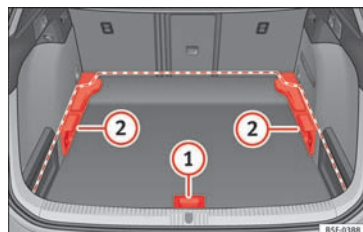
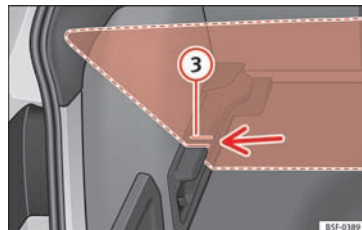

Fig. 179 Variabel bagagerumsbund: positioner
Fig. 180 Variabel bagagerumsbund: skrå føringer
- Løft bagagerumsbunden i grebet » » **Fig. 179** ①, og træk den så langt tilbage, at den forreste del ligger helt over føringerne ②.
- Flyt herefter bagagerumsbunden helt frem til bagsæderyglænet, og sænk bagagerumsbunden via grebet ①.
- Stik den forreste del i den nederste slids på disse holdere, og skub bagagerumsbunden fremad, indtil den ligger an mod bagsæderyglænet. Sænk samtidig bagagerumsbunden via grebet ①.
- Løft bagagerumsbunden i grebet » Fig. 179 ①, og træk den så langt tilbage, at den forreste del af bagagerumsbunden ligger over de skrå føringer » Fig. 180 ③.
- Flyt nu bagagerumsbunden over disse føringer ① og hen til bagsæderyglænet ved hjælp af grebet, så bagagerumsbunden slutter med at hvile på føringerne.